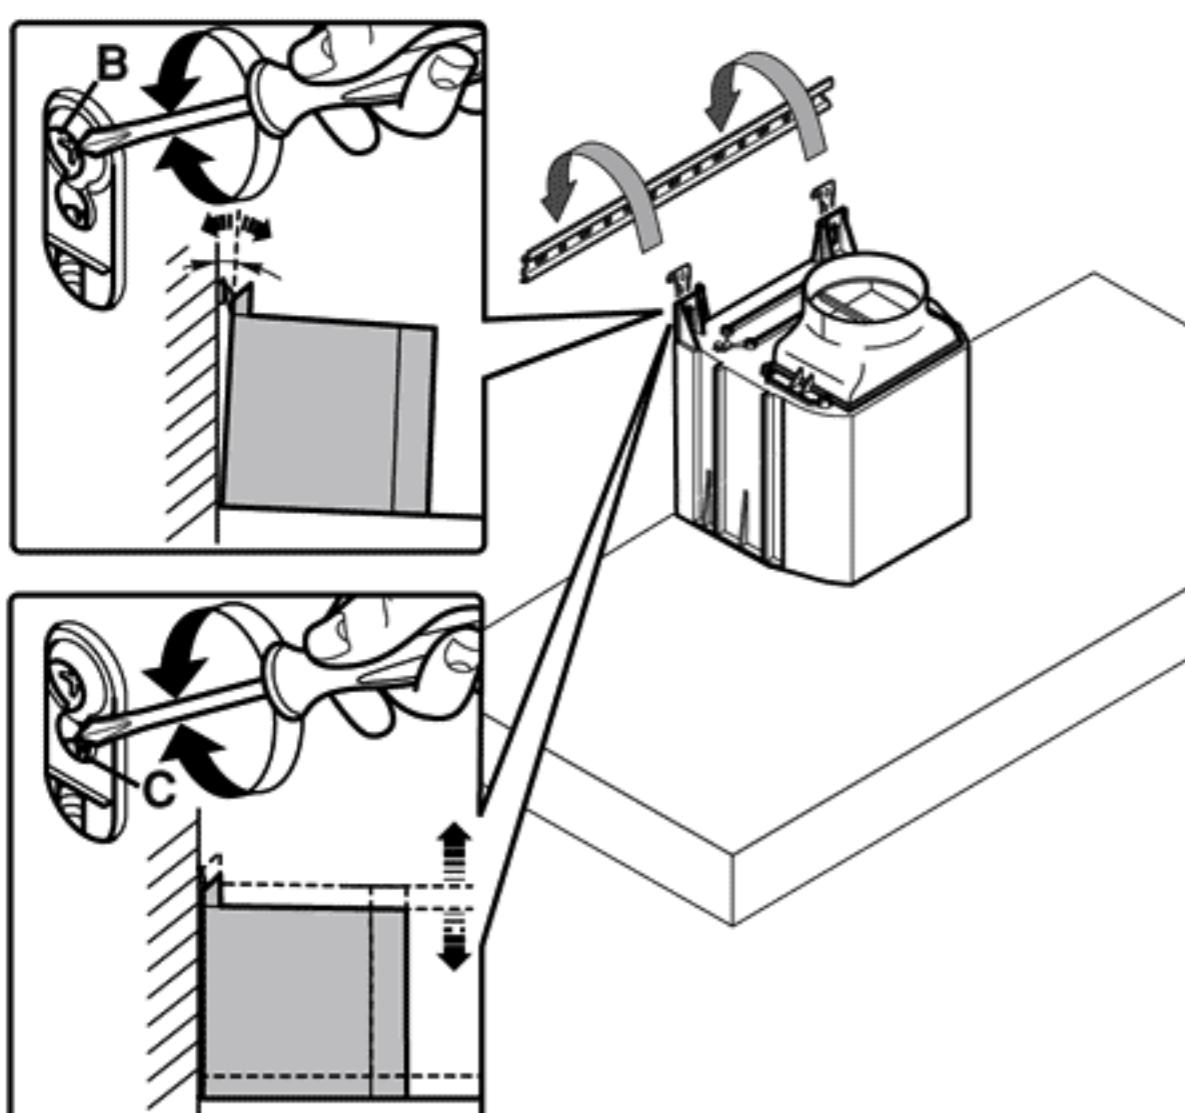

Рис. 2
- Отрегулировать строго горизонтальное положение вытяжки с помощью винтов на держателях (рис. 2). Верхний винт (**B**) регулирует расстояние от стены, а нижний (**C**) – вертикальное смещение.